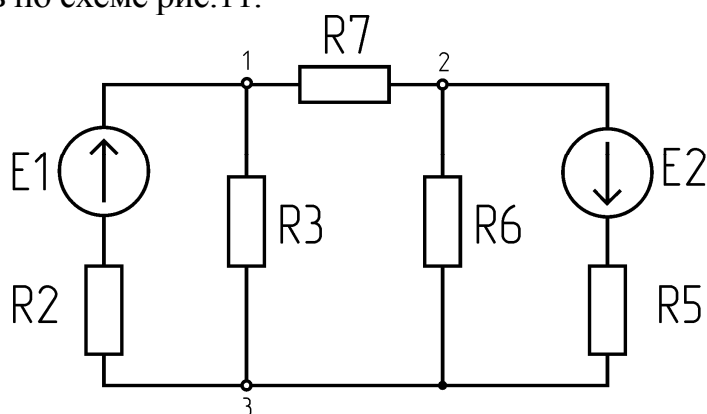

Рис.11
2. Собрать цепь по схеме рис.11.
4.1. исключить из цепи рис.11 источник E_2 (закоротив клеммы, куда он был подключен);
4.3. подключить к цепи рис.11 источник E_2 , исключив из неё источник E_1 (закоротив клеммы, куда он был подключен);
5. Разомкнуть цепь рис.11 так, чтобы образовались две цепи согласно схемам рис.12а и 12б.
4. Используя результаты измерений п.6 экспериментальной части, рассчитать токи I_2 , I_3 , I_7 в цепи рис.11а с подключенным эквивалентным источником. Значение токов записать в табл.5. Сравнить результаты, полученные в п.1 и п.4 расчетной части.